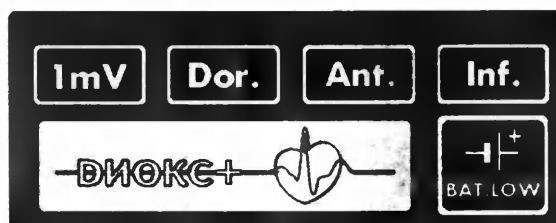

Рисунок 3.
5.2. Светодиодное табло (см. Рис.3) содержит четыре индикатора состояния переключателя отведений **1mV** - передача внутреннего калибровочного сигнала 1 мВ; **Dor.** - первое отведение Dorsalis; **Ant.** - второе отведение Anterior и **Inf.** - третье отведение Inferior и **BAT LOW** - индикатор разряда батареи.